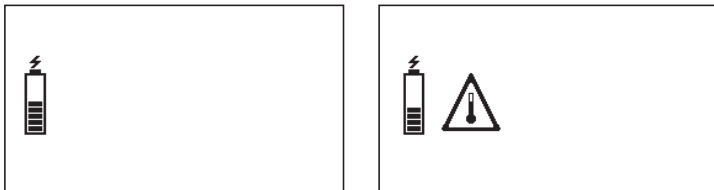

Fig. 11: Écran pendant le chargement
- Pour la recharge, branchez le récepteur directement à l'alimentation électrique (230 V ou tension du circuit de bord) au moyen de l'**alimentation M4** ou du **câble auto M4**. Le processus de charge s'affiche à l'écran (fig. 11).